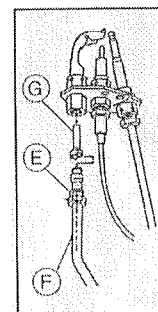

fig.7
6. sostituire l'iniettore pilota procedendo come segue: (vedi fig. 7)
5. sostituire l'iniettore pilota procedendo come segue:(vedi fig. 7)